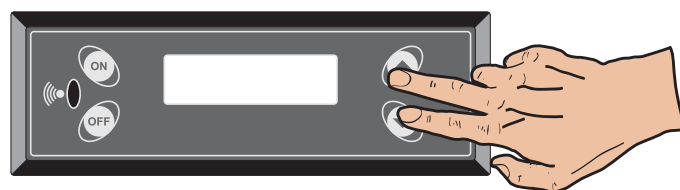

Fig. 7.3
- 1) Premere contemporaneamente i tasti  e  ; sul display apparirà: MENU SET LAVORO Fig 7.3.